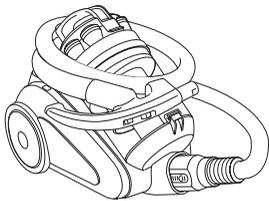

fig. 26
- 3 Détachez le boyau du tube télescopique et enroulez-le lâchement autour de l'aspirateur. (Fig. 26)